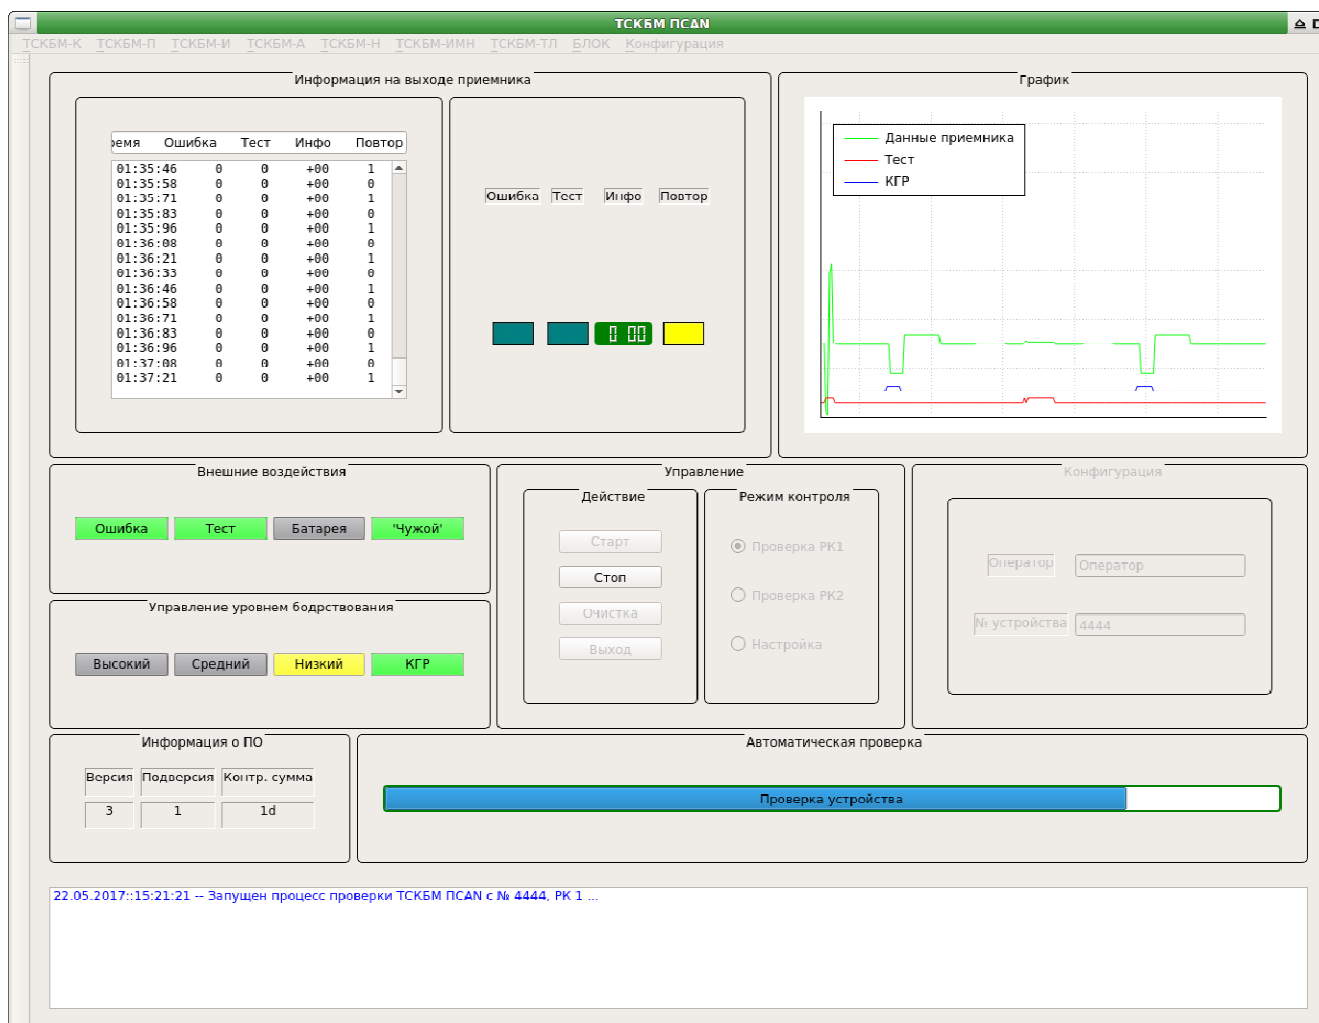

Рисунок 2.4.12.5 – Сообщение системы Запущен процесс проверки РК1 ТСКБМ-ПСАН
- г) В конце проверки **РК1** ТСКБМ-ПСАН программа остановит работу, активизирует панели Действие и Режим контроля и выведет сообщение системы о результатах проверки: рисунок 2.4.12.6.